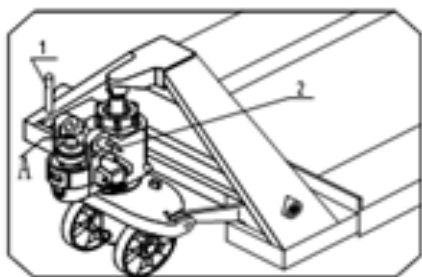

Рис. 1
1. Выньте хвостовик пружины 1 из ролика 2, после этого выньте ролик 2 (Смотрите рис. 1).